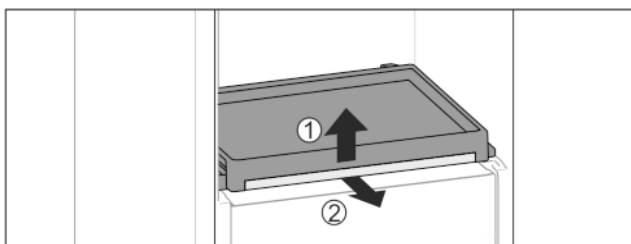

Fig. 36
- ▶ Retiro de la tabla expandible con plancha de cristal: Levante ligeramente hacia adelante la plancha de cristal Fig. 36 (1) y extráigala hacia adelante Fig. 36 (2).